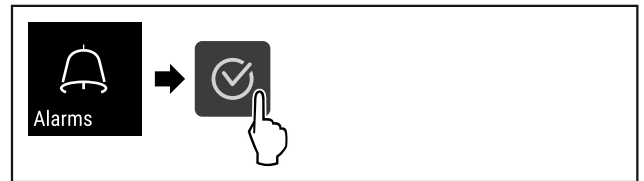

Fig. 106
- ▶ Atlikite veiksmus (žr. Fig. 106).